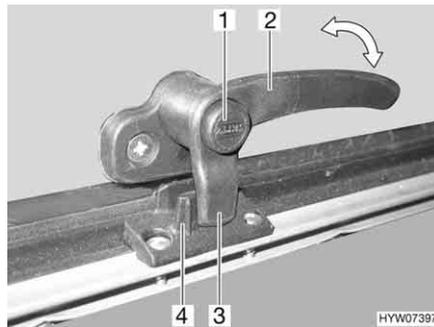
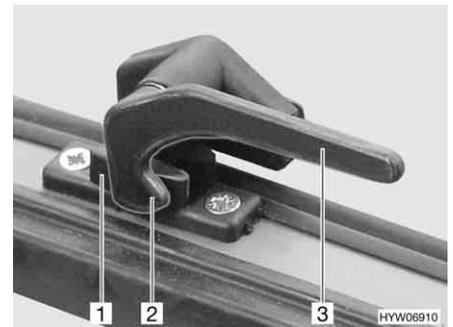

Fig. 58 Palanca de bloqueo con botón de seguridad en la posición "cerrado"
Fig. 59 Palanca de bloqueo en la posición de "cerrado"
- Si existe, pulsar el botón de seguridad (Fig. 58,1) y mantenerlo pulsado.
- Girar la palanca de bloqueo (Fig. 58,2 ó Fig. 59,3) un cuarto de vuelta hacia la mitad de la ventana.
- Girar la palanca de bloqueo (Fig. 58,2 ó Fig. 59,3) un cuarto de vuelta hacia el marco de la ventana. El saliente de bloqueo (Fig. 58,3 ó Fig. 59,2) de la palanca de bloqueo se encuentra en la cara interior del bloqueo de la ventana (Fig. 58,4 ó Fig. 59,1).
- En la posición "cerrada fijamente" (Fig. 58 y Fig. 59)